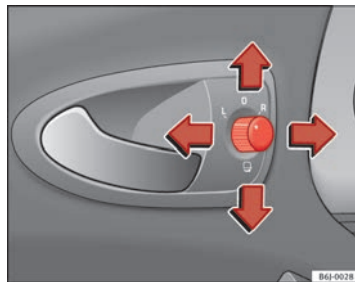

Fig. 70 Comando dos retrovisores exteriores
- Rodar o botão giratório ⇒ Fig. 70 para a posição **L** (espelho retrovisor esquerdo).
- Rodar o comando ⇒ Fig. 70 até à posição  para rebater os retrovisores exteriores. Para evitar danos no veículo, deve recolher os retrovisores exteriores sempre que o veículo entre num túnel de lavagem automática.